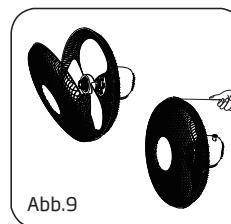

Abb.9
- Befestigen Sie das Frontgitter und das hintere Gitter mit dem Grillclip und ziehen Sie dann die Sicherungsschraube und Mutter des Lüftergrills an. (Abb. 9)